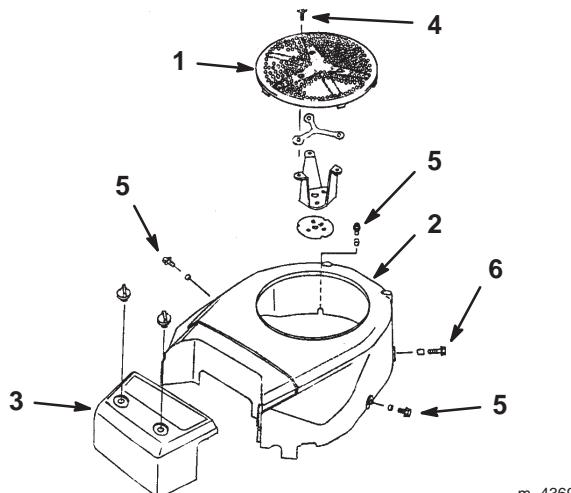

Figure 29
3. Déposez la grille d'entrée d'air, le couvercle du filtre à air, le boîtier du ventilateur et les boulons (Fig. 29).
5. Reposez la grille d'entrée d'air, le couvercle du filtre à air, le boîtier du ventilateur et les boulons (Fig. 29). Serrez les boulons à 5,8 Nm (4,3 pieds-livre).